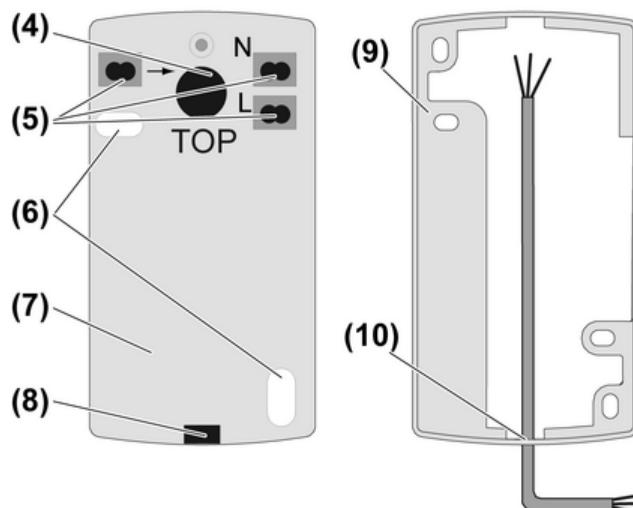

Bild 4: Gehäuserückwand und Montagerahmen
- Steckklemmen zur Fixierung in die Halterungen (5) des Gehäuseoberbaus einstecken (Bild 4).